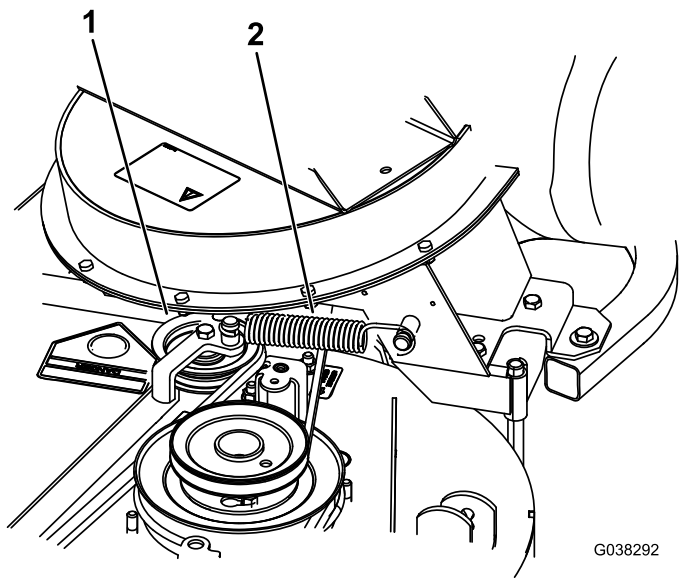

Figuur 40
3. Verwijder de riemgeleider of maak deze los (Figuur 40).
4. Trek aan de veerbelaste spanpoelie om de riemspanning te verminderen (Figuur 40).
6. Leg de nieuwe riem rond de poelie van de blazer (Figuur 40).
7. Plaats de riemgeleider of maak deze vast (Figuur 40).